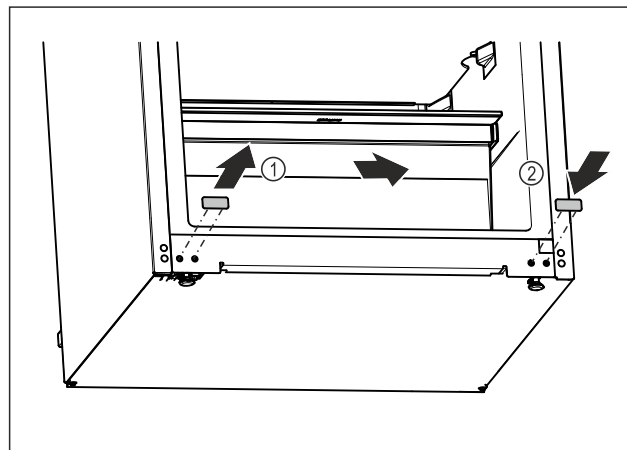

Fig. 19
- Издърпайте покриващата тапа. Fig. 19 (1)
- Поставете покриващата тапа от другата страна. Fig. 19 (2)